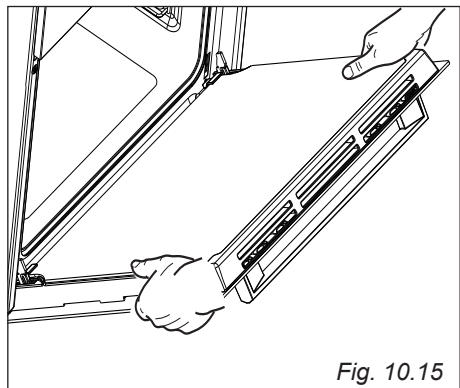

Fig. 10.15
- Impugnare la porta come illustrato in fig. 10.15.